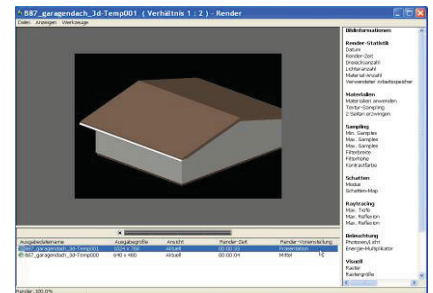

Abb. 7-19: Rendern eines 3D-Modells in AutoCAD
- Bei Wahl der Option ZIEL: *Fenster* öffnet sich ein extra Render-Fenster (Abb. 7-19). Hier können verschiedene Einstellungen ausprobiert und die Ergebnisse im Renderfenster gespeichert werden.